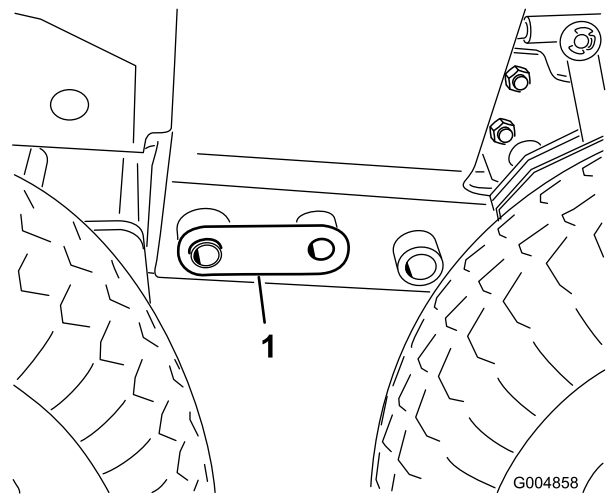

Figure 114
24. Placez le cric d'atelier devant les trous de 2,5 cm (1 po) du cadre et insérez une goupille d'accouplement de chaque côté (Figure 114).